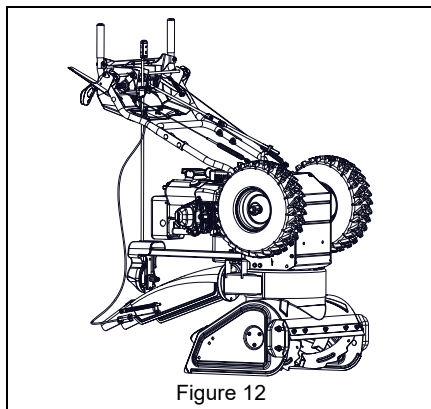

Figure 12
Voir Figure 12.
1. Placer la machine en position pour l'entretien. Voir Figure 12.